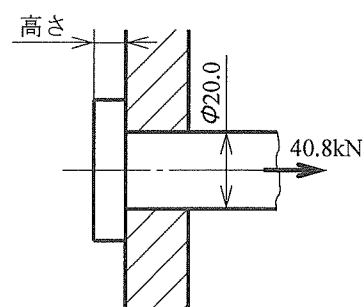

図2
- (3) 軟鋼の引張強さを  $400\text{MPa}$ 、安全率を3とすると、 $15.0\text{kN}$  の引張荷重を受ける軟鋼の丸棒を安全に使用するために必要な断面積を求めなさい。(8点)
- (4) 金属棒の線膨張係数を  $11.0 \times 10^{-6}/^\circ\text{C}$ 、縦弾性係数を  $206\text{GPa}$  とするとき、この金属棒の両端を固定して温度  $20.0^\circ\text{C}$  から  $50.0^\circ\text{C}$  に加熱した。このときに生じる熱応力の大きさを求めなさい。(8点)
- (5) 図2のような直径  $20.0\text{mm}$  の部品に引張荷重  $40.8\text{kN}$  が加わっているとき、この部品に必要な頭の高さを求めなさい。ただし、材料の許容引張応力を  $130\text{MPa}$ 、許容せん断応力を  $72.0\text{MPa}$ 、 $\pi = 3.14$  とする。(8点)